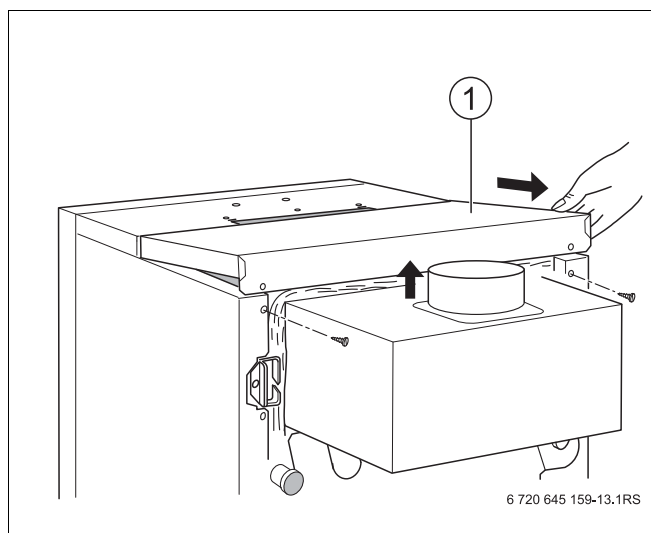

Рис. 13 Снятие крышки котла
- Выкрутить оба крепежных винта задней крышки котла (Рис. 13, **поз. 1**). Приподнять заднюю крышку и снять ее, подав назад (Рис. 13).